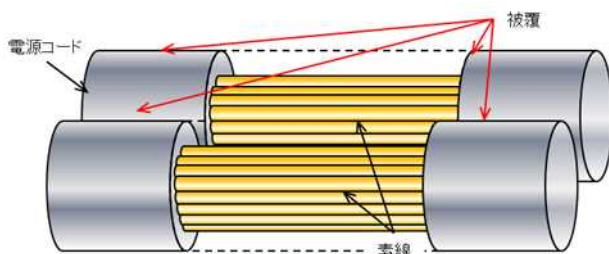

図1 正常時のコード芯線
電源コードや配線器具のコードの断線段階の概略について、図1～4に示します。
- ① コードの芯線が断線していない状態 (図1)